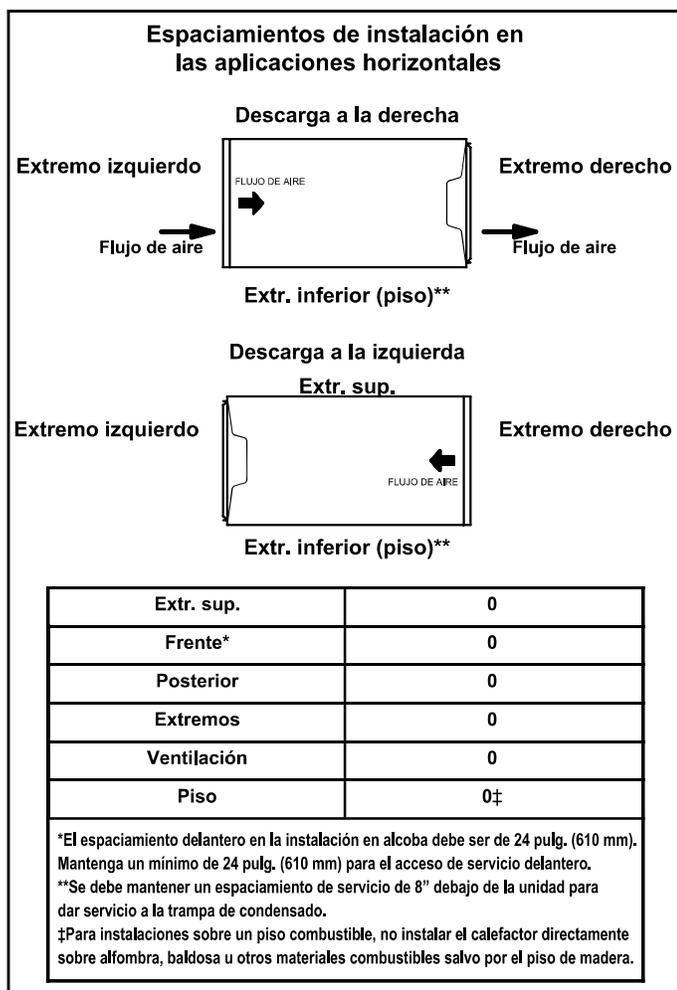

FIGURA 17
Consultar la Figura 17 con respecto a los espaciamientos en las aplicaciones horizontales.
- 1 - Seleccione la ubicación de la unidad teniendo en cuenta el espaciamiento de servicio y otros espaciamientos necesarios. Ver la Figura 17.